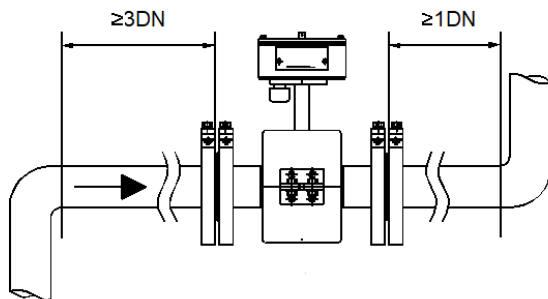

Рисунок 4
4.2.5 ППР необходимо располагать в той части трубопровода, где пульсации и завихрения минимальные. При установке ППР необходимо обеспечить прямолинейные участки не менее 3DN до и 1DN после ППР (см. рисунок 4).